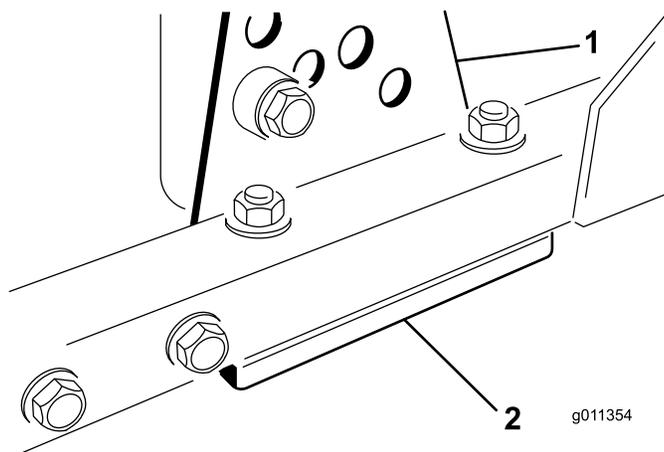

Figure 123
1. Retirez le support de hauteur de coupe (avant, gauche ou droit) du cadre du plateau de coupe (Figure 123).
2. Placez des cales de 1,5 mm et/ou des cales de 0,7 mm entre le cadre et le support du plateau pour obtenir la hauteur de coupe voulue (Figure 123).